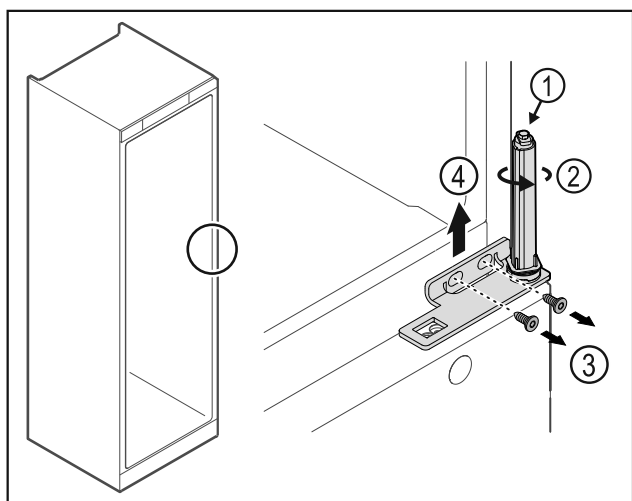

Fig. 27
- Deursluitsysteem niet uit elkaar halen Fig. 27 (1).
- Sluitsysteem Fig. 27 (2) draaien tot het klikt.
- Schroeven Fig. 27 (3) losmaken, scharnierhoek naar boven toe verwijderen Fig. 27 (4).